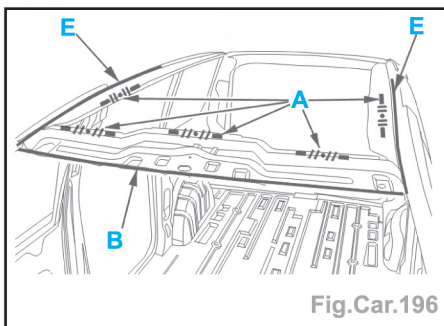

Fig.Car.196
- Poser les cordons de calage préformés (suivant **A** : longueur  $300,0 \text{ mm}$  -  $\varnothing 13 \text{ mm}$ ) (Fig.Car.196).